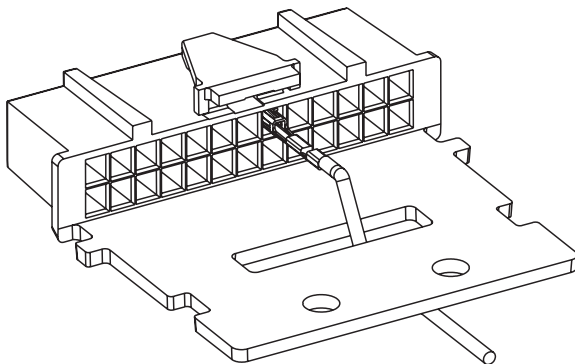
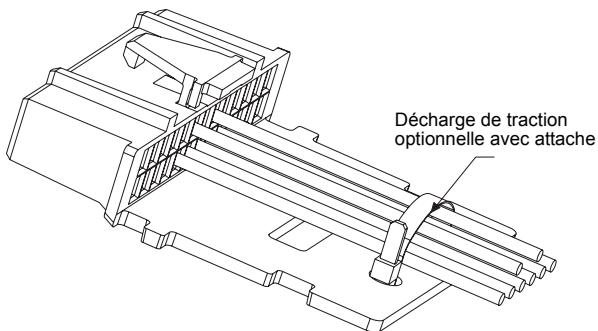

Figure 3a. Décharge de traction
Figure 3b. Décharge de traction optionnelle
Étape 1. Faites passer les fils dans le connecteur comme indiqué dans la *Figure 3a*. Pour les installations intégrant plusieurs accessoires branchés à la radio mobile, faites passer les fils comme indiqué dans la *Figure 3b* et fixez les fils avec l'attache.